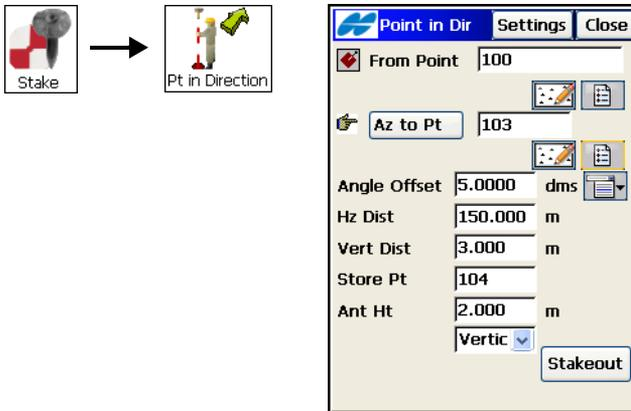

Abbildung 9-11. Abstecken von Polarpunkten
1. Für die Polarpunktabsteckung wählen Sie **Abst ▶ Punkt in Richtung** (Abbildung 9-11).
2. Geben Sie im Fenster *Absteck. Pkt & Richtung* den Namen des bekannten Standpunktes, den Azimut als Zahl oder über die Richtung zu einem anderen bekannten Punkt, den Drehwinkel gemessen von der Azimutlinie, die Entfernung längs der Drehwinkellinie, den Höhenunterschied und die Antennenparameter (GPS-Modus) bzw. die Zielhöhe (TS-Modus) ein. Geben Sie den Namen des Absteckpunktes in das Feld *PNr speich.* ein. Tippen Sie auf **Abstecken** (Abbildung 9-11).